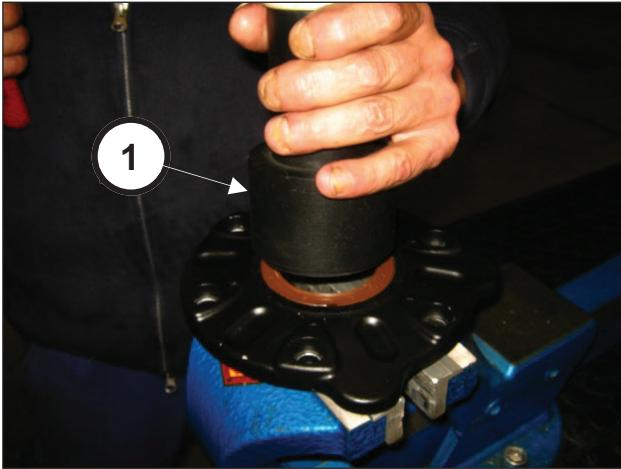

Fig. 90
Inserire il paraolio all'interno del coperchio pignone mediante l'utilizzo dell'attrezzo cod. 27634900 (pos. ①, Fig. 90).